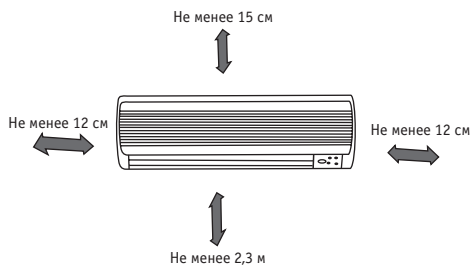

Рис. 1
1. Выполните разметку под отверстия в соответствии со схемой, представленной на Рис. 1. Просверлите одно отверстие ($\varnothing 65$ мм) с небольшим уклоном к наружной поверхности стены.